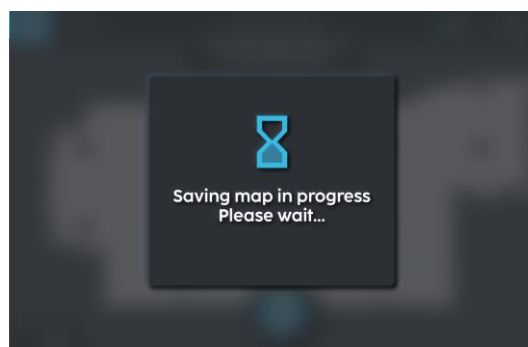

FIGURE 5-16
3. Une fois le chemin fermé, appuyez sur 'SAUVEGARDER CARTE', et la carte est sauvegardée (Fig. 5-16).